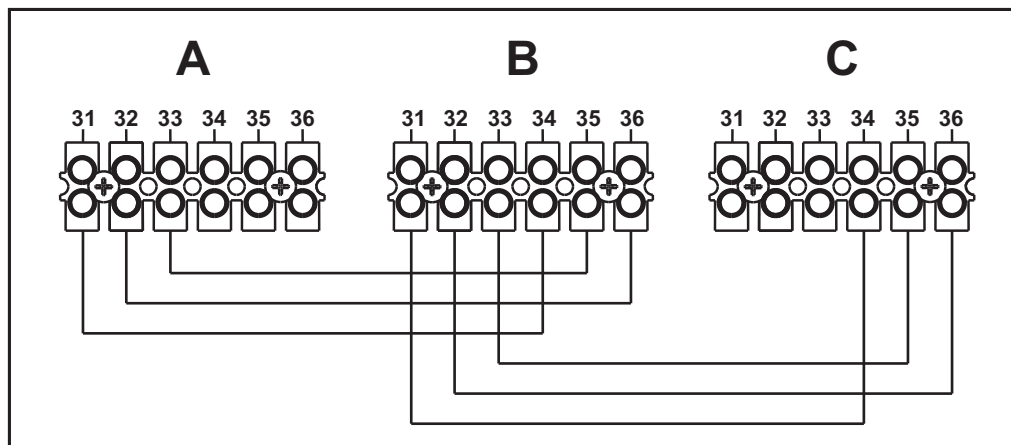

рис. 54 - Подключение по каскадной схеме
1. Подключите модули, как показано на рис. 54 (пример с 3-мя модулями)
В противном случае перекройте электрическое питание и проверьте кабельные соединения в рис. 54.